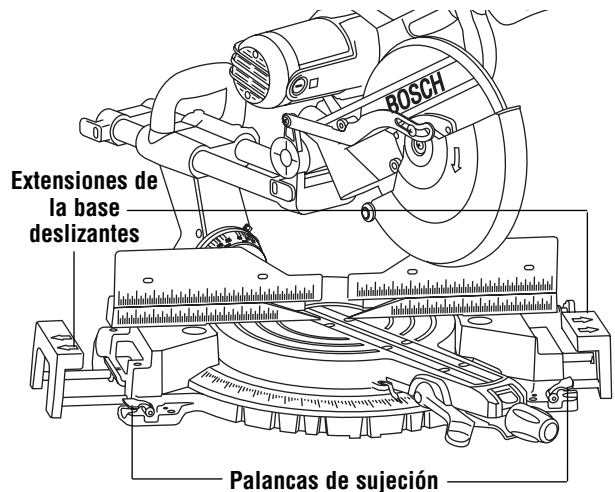

Figura 20. Extensiones de la base deslizantes
**Extensiones de la base deslizantes** – Estas extensiones proporcionan soporte adicional a la pieza de trabajo y son sumamente útiles cuando se cortan piezas largas. Para posicionar las extensiones sólo suelte las palancas de sujeción de las extensiones de la base, ajuste las extensiones y vuelva a fijar las palancas (Figura 20). (También vea tope de longitud en la | página 61.)